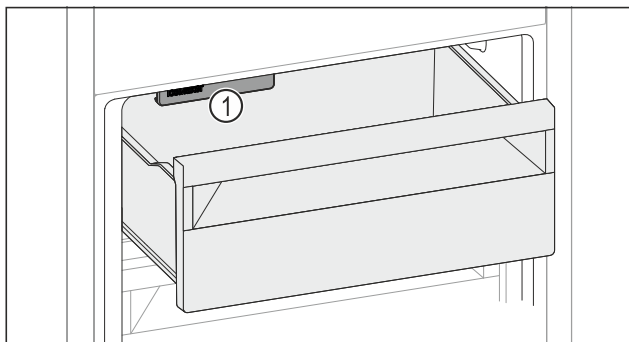

Fig. 162
- Tenez compte de l'IceMaker Fig. 162 (1).